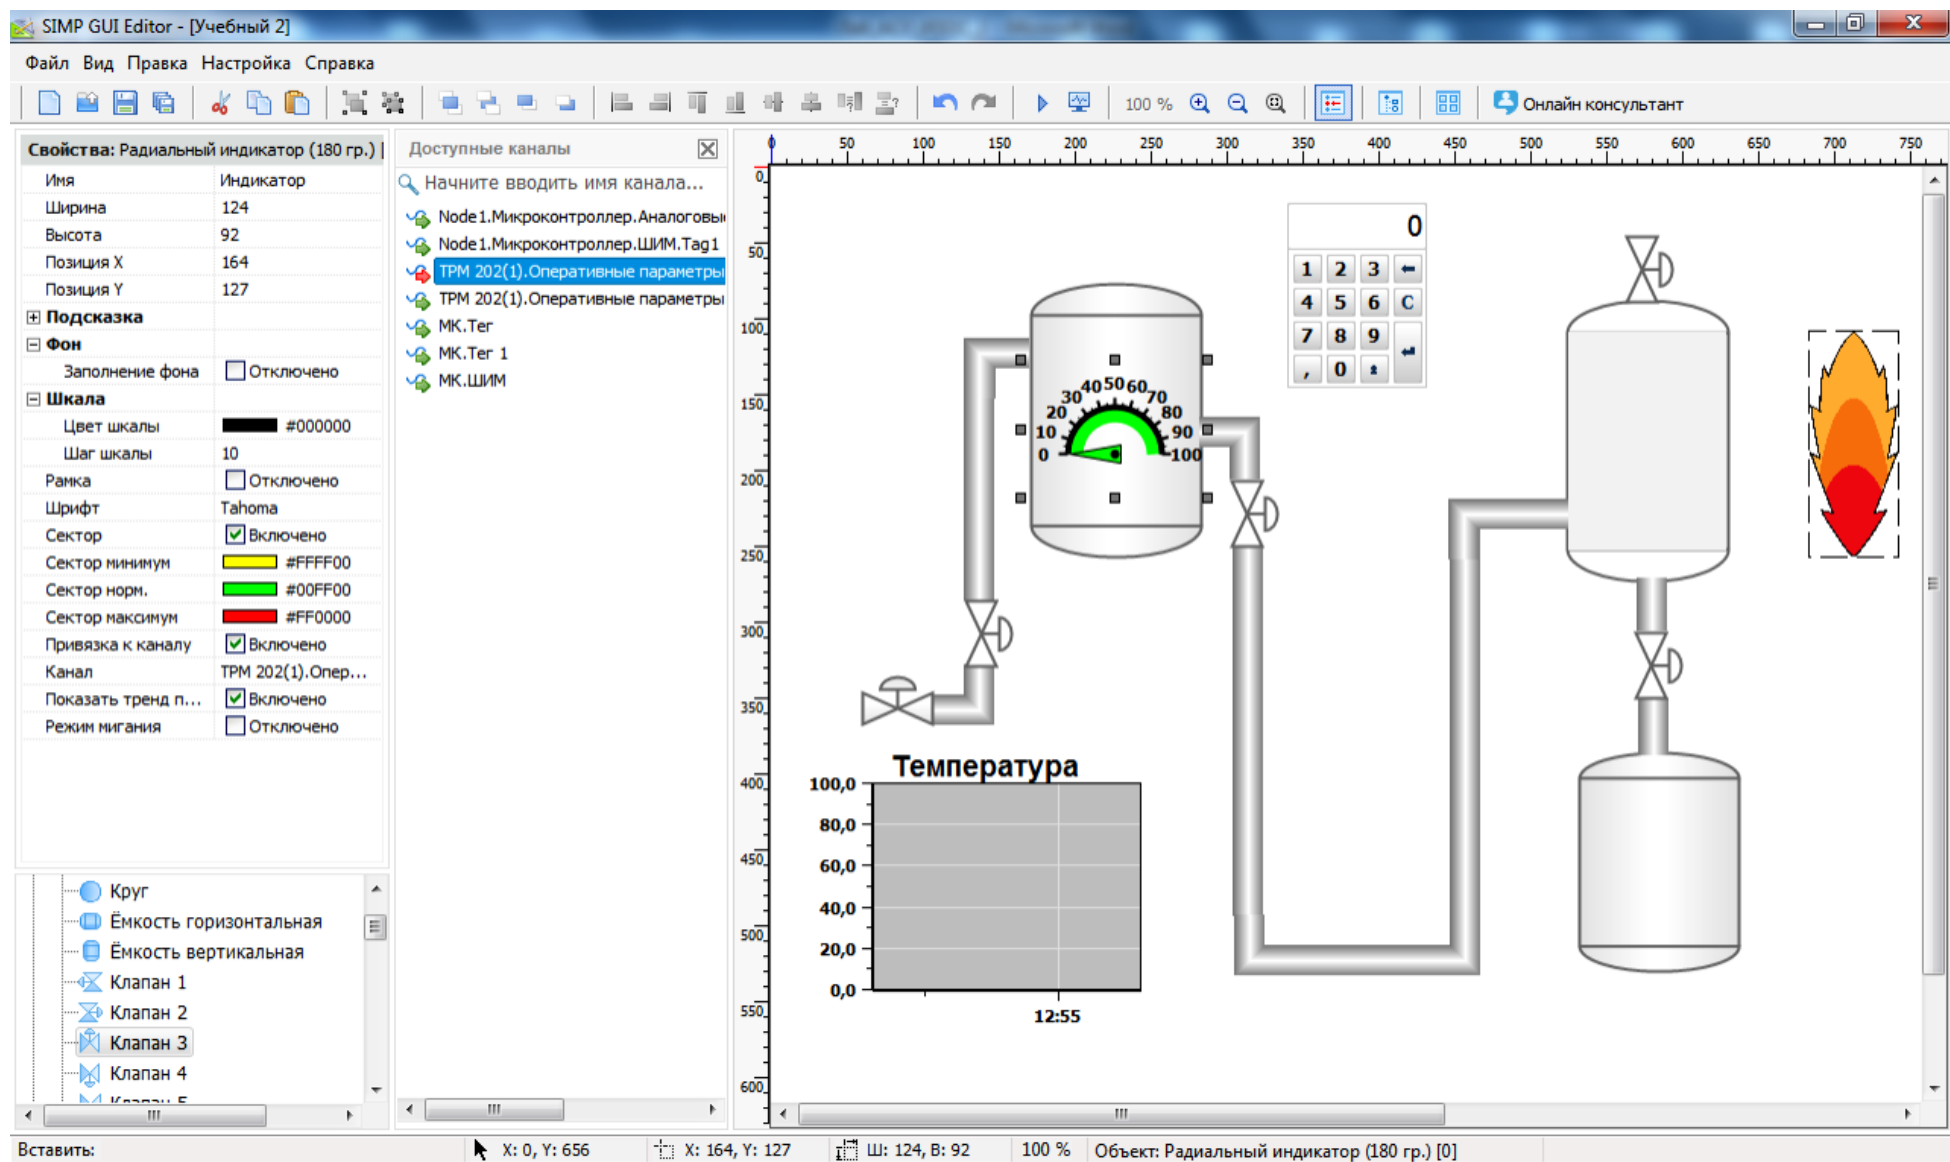

Рис. 14. Контрольное задание
5. Для размещения графических компонентов на поле редактирования, просто перетащите выбранные компоненты из палитры компонент на поле редактирования. После перетаскивания компонентов на поле редактирования можно изменить их размер и другие свойства. Разместите графические компоненты на поле редактирования, так как показано на рис.14.
4. Создаем мнемосхему, представленную на рис.14.